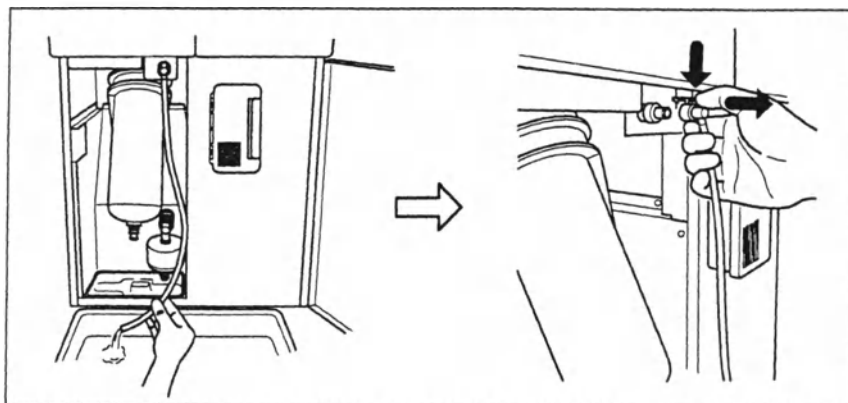

Рис. 4.23
5. При устойчивом вытекании воды из трубки от фильтра отсоедините эту трубку, нажимая и удерживая запорный рычаг на коннекторе. При этом необходимо убедиться в отсутствии протечек воды из корпуса водяного фильтра (см. рис. 4.23).